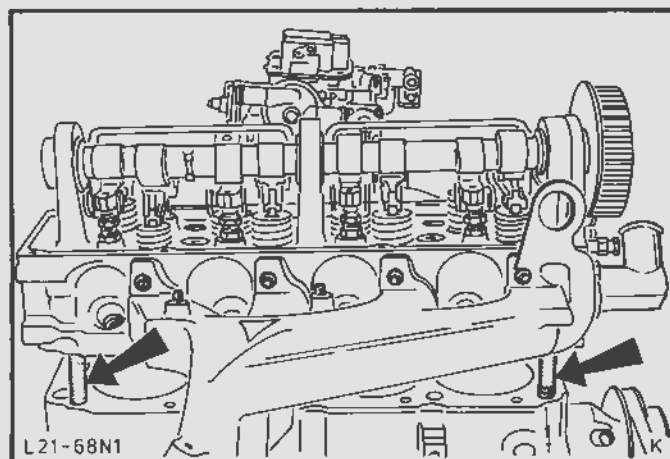
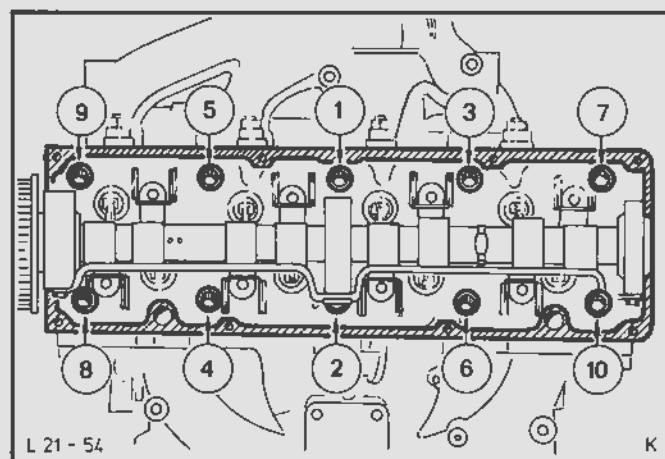

Fig.63. Monter topstykket ved brug af styretappene 21-003
Fig.64. Topstykkeboltens tilspændingsrækkefølge
54. Monter specialværktøj 21-003, som vist i Fig.63, i stedet for topstykkebolterne 7 og 9, Fig.64, og læg top-pakningen på.
Spænd topstykkeboltene med specialværktøj 21-002 i tre trin med det specificerede moment og efter skemaet, Fig.64.